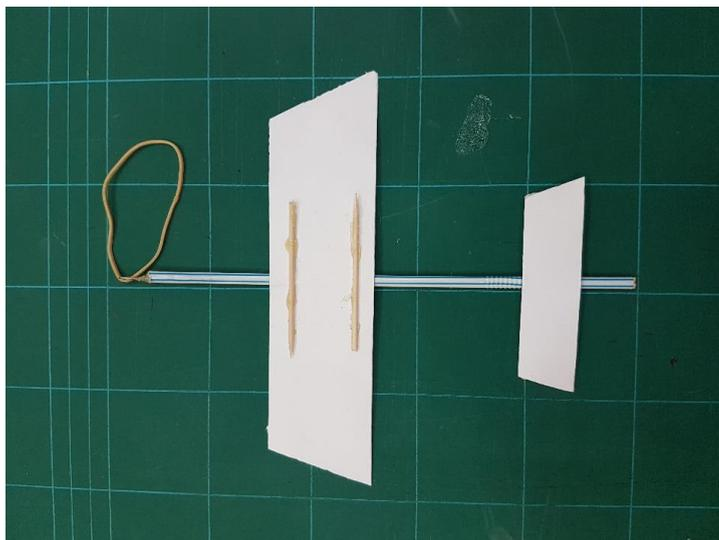
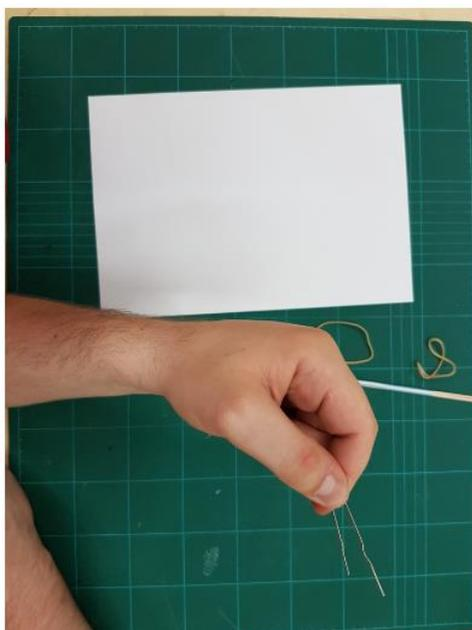

Figura A1
Figura A4
1. Confirma que tens todo o material necessário (Figura A1). Vais precisar de: 1 elástico, 1 palhinha, 3 paus de espetada, 1 folha de papel A4, 1 elástico e 1 clip.
3. Desdobra um clip (Figura A4). Coloca um elástico "dentro" do clip e insere-o na palhinha de forma a que fique como na figura A1. Para prender melhor o clip no interior da palhinha, tenta colocar no orifício cola cristal ou cola quente. Se não tiveres acesso a nenhuma destas colas, prende com fita cola. O que importa é que o clip fique bem preso à estrutura.